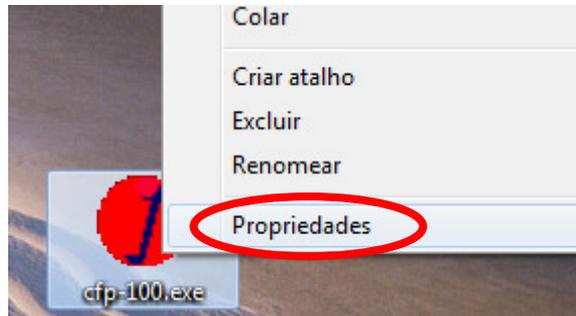

Figura 3: Clicando com o botão direito do mouse em cima de Ufla.exe
1) Clique com o botão da direita do mouse sobre o ícone. Veja figura 3.